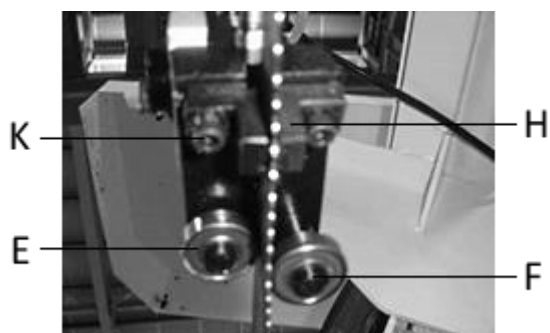

Рис.10
Ленточное полотно (А) должно проходить между двумя подшипниками (Е и F, рис.10) и легко их касаться. Передний подшипник (Е) установлен на эксцентриковой оси, с помощью которой можно регулировать зазор между подшипником и ленточным полотном. Для этого ослабьте контргайку (G) и поверните ось (Е) в необходимое положение.
Твердосплавные направляющие пластины (Н), Рис.10 должны быть отрегулированы с зазором 0,05 мм от ленточного полотна. Для регулировки необходимо ослабить винт (К).
Подшипники и твердосплавные направляющие в подшипниковом узле, Рис.10 и 11, должны быть отрегулированы относительно друг-друга.